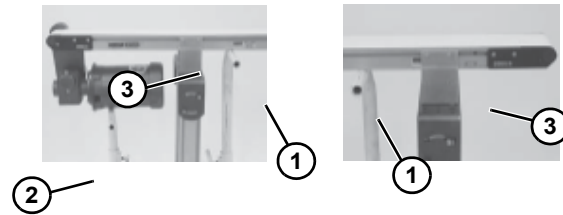

Figura 38
1. Coloque pies de soporte temporales (**Figura 38, parte 1**) en ambos lados del transportador. Colocar un soporte de pie adicional (**Figura 38, parte 2**) bajo el motor propulsor, si aplicare. Ver ADVERTENCIA.
2. Remover las escuadras de fijación (**Figura 38, parte 3**) de un lado del transportador. (Siga pasos 3 y 4 de la sección de "Soportes de Montaje" a la inversa, ver inicio de la página 21). Si se encontrare equipado con paquete para carga pesada, retirar los soportes de montaje del lado opuesto de la cubierta protectora de la unidad drive (**Figura 39, parte 1**).